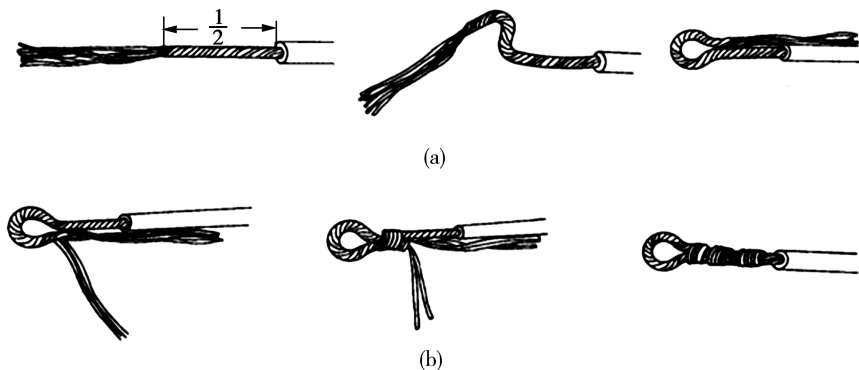
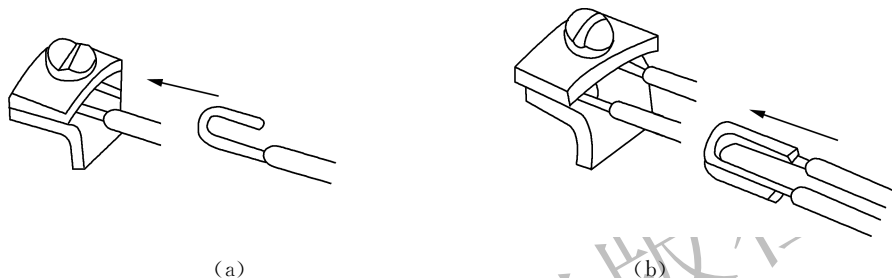

图 2-32 多段芯线压接圈的弯法
图 2-33 线头与瓦形接线桩连接
② 多段芯线压接圈的弯法。
- 将芯线线头的 $\frac{1}{2}$ 从根部绞紧,然后在绞紧部分的 $\frac{1}{3}$ 处弯曲圆圈,如图 2-32(a)所示。
b. 把已弯成的压接圈最外侧几股芯线折成垂直状,按直线连接的方法连接,如图 2-32(b)所示。
(3) 线头与瓦形接线桩的连接
① 将单股芯线端按略大于瓦形垫圈螺钉直径弯成“U”形,螺钉穿过“U”形孔压在垫圈下旋紧,如图 2-33(a)所示。
② 如果两个线头接在同一瓦形接线桩上,其接法如图 2-33(b)所示。